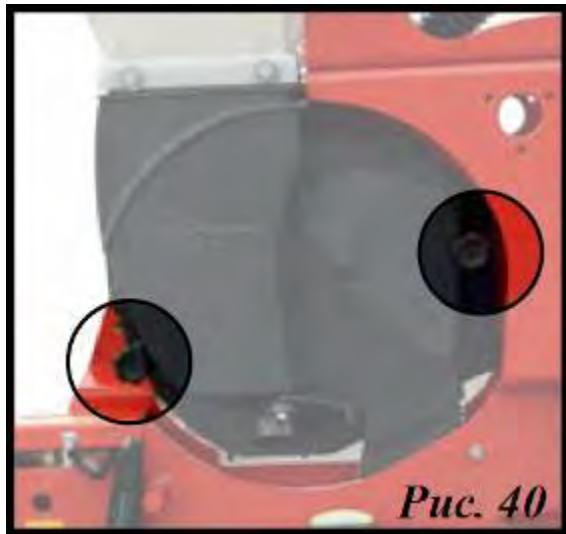

Рис. 40
- 1 - Открутить 2 круглые ручки высевающего аппарата (рис. 40).